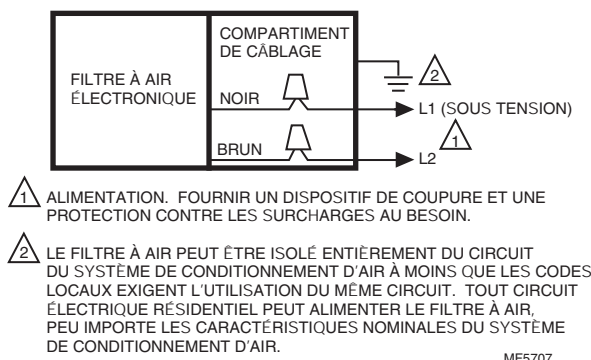

Fig. 11. Connexion des conducteurs du filtre à air électronique.
8. Raccorder le filtre à air directement au fil tension secteur à l'aide des capuchons. Voir la Fig. 11. Remplacer le fil de mise à la terre sur la vis de mise à la terre verte dans le compartiment de câblage.